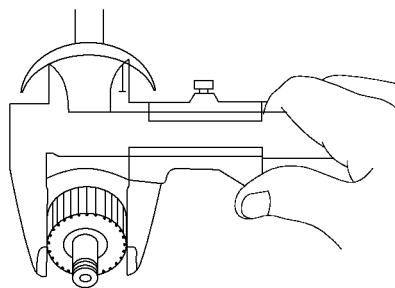

图 6-12 用游标卡尺测量整流器直径
(3) 检查整流器直径。使用游标卡尺测量整流器的直径，如图 6-12 所示。